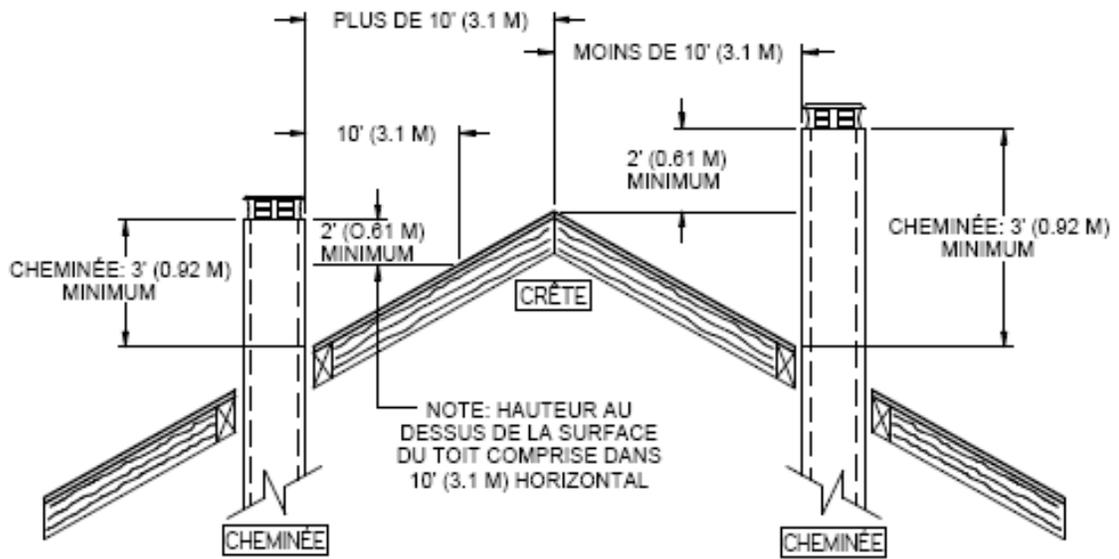

Figure 6.1a
6. La cheminée doit dépasser d'au moins 3 pieds (92 cm) au-dessus de son point de sortie du toit et d'au moins 2 pieds (61 cm) tout mur, toit ou édifice situé à moins de 10 pieds (3,1 m). Consultez les Figures 6.1a et 6.1b pour déterminer la configuration qui s'applique à votre toit (toit en pente ou plat et distance entre la cheminée et le point le plus élevé du toit et/ou la cheminée la plus proche.)